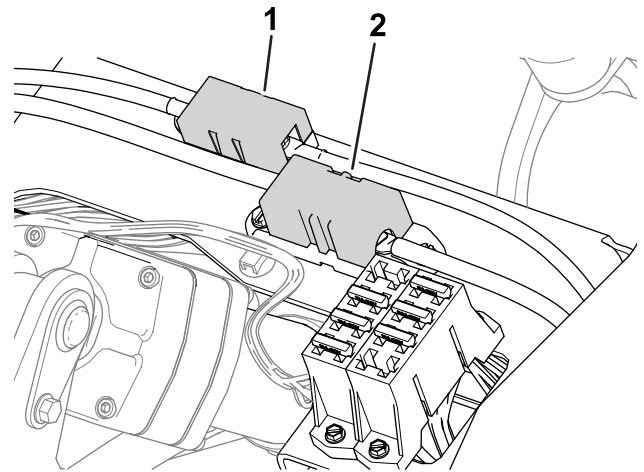

Bild 53
- Die Sicherungen für den Generator (100 A) und den rechten Radmotor (60 A) befinden sich unter dem Sitz (Bild 53).